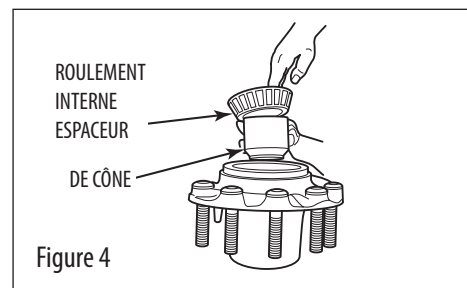

Figure 4
8. Retirez le cône de roulement intérieur et l'espaceur de l'ensemble moyeu et jetez-les (voir figure 4).